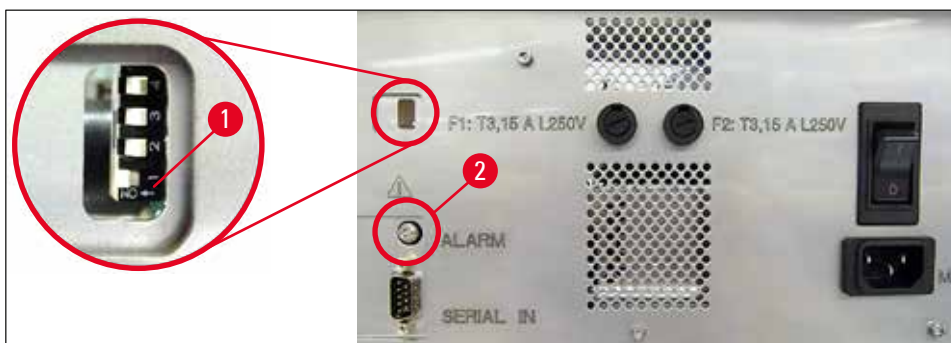

Fig. 45
- » Per disattivare il segnalatore acustico premere l'interruttore più basso (→ "Fig. 45-1") verso destra (→ "Fig. 45").